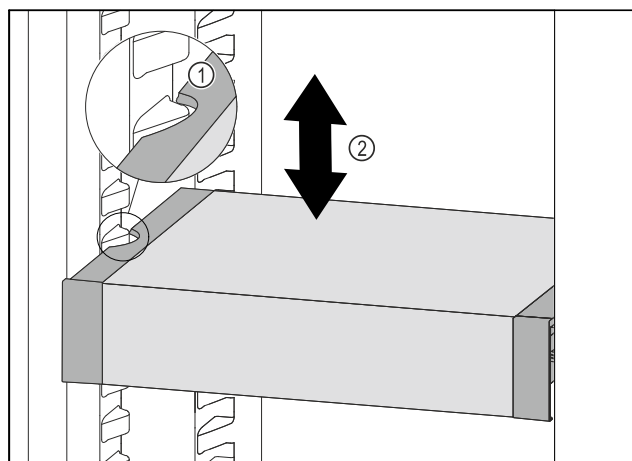

Fig. 41
- Tirer le VarioSafe vers l'avant jusqu'à ce que les encoches latérales du VarioSafe soient à la hauteur de la nervure du bac dans la partie réfrigérateur. Fig. 41 (1)
- Déplacer le VarioSafe vers le haut ou vers le bas dans la partie réfrigérateur jusqu'à ce que la hauteur souhaitée soit atteinte. Fig. 41 (2)